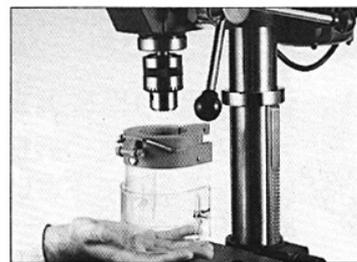

図7-1
- (1) ⑱飛散防止カバーをチャックの下から通し、クイル部分に取り付けて下さい。図7-1